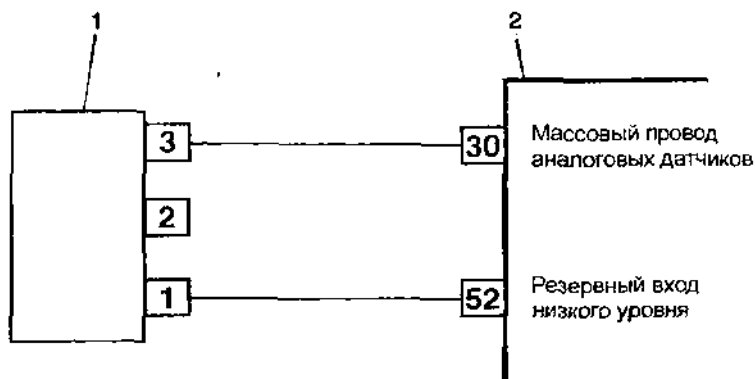

Рис. 3.3.12. Схема проверки цепи потенциометра коррекции СО: 1 - потенциометр; 2 - контроллер.
3.3.16. Неисправность «несоответствие уровня сигнала потенциометра коррекции СО» (рис. 3.3.12)